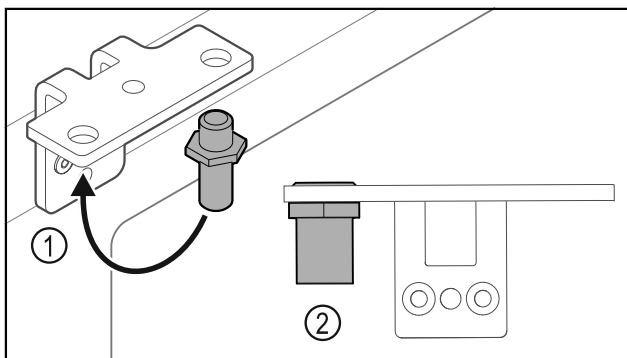

Fig. 34
- ▶ Perkelkite kaištį Fig. 34 (1) šarnyriniame kampuočiuje.
- ▶ Priveržkite kaištį Fig. 34 (2) **12 Nm** sukimo momentu.